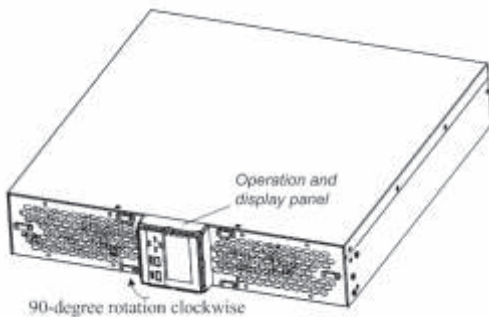

Рис.4-4
2. Осторожно вытяните панель дисплея и поверните ее на 90 градусов по часовой стрелке и закрепите в этом положении (Рис.4-4).